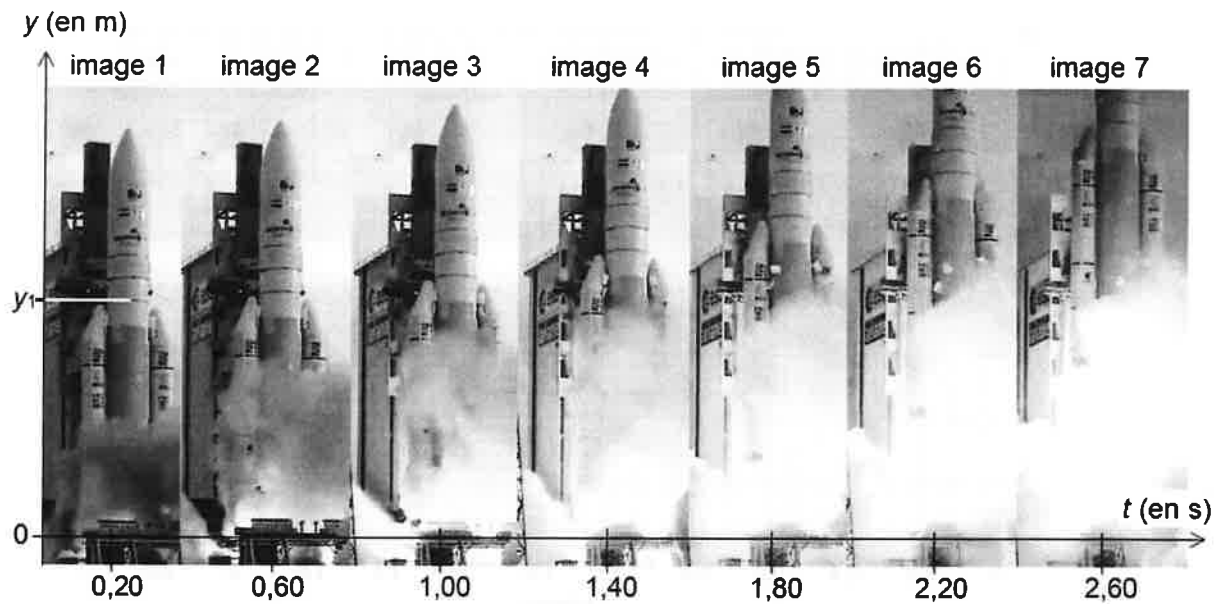

Figure 2. Chronophotographie du début du décollage d'Ariane 5
L'image 1 de la figure 2 précise l'endroit de la fusée qui sert à repérer son mouvement vertical. Son ordonnée sur l'axe des y est notée y1.
4. 2.1. Parmi les spectres ci-dessous (figure 2), lequel correspond au son enregistré ? Justifier.
6. Figure 2.